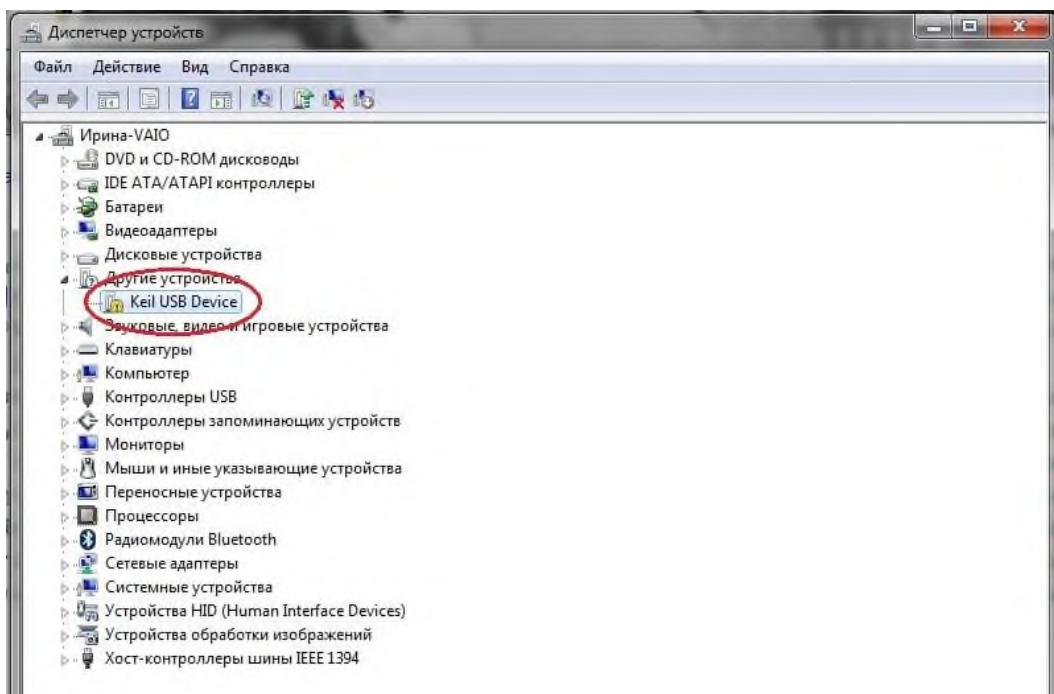

Рисунок 1 – Диспетчер устройств - неопознанное устройство Keil USB Device
- Для установки драйвера нужно: зайти в «Панель управления ПК», выбрать пункт «Диспетчер устройств», в открывшемся окне выбрать пункт «Другие устройства», в Других устройствах найти неопознанное устройство Keil USB Device (рисунок 1).